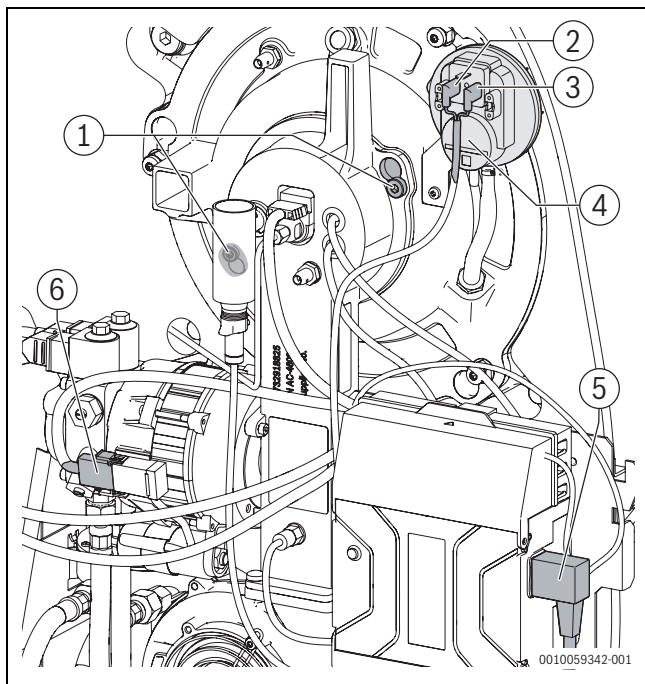

Bild 63 Befestigungsschrauben Brenner lösen
- Netzstecker (→ Bild 63), BUS-Leitung und Anschlusskabel Kesseltemperaturfühler (→ Kapitel 13.3.2, Seite 64) am Feuerungsautomat und Anschlussstecker am Ölpumpenmotor abziehen.
- Anschlussfahnen [2] des Anschlusskabels am ADS-Druckschalter [3] abziehen (→ Bild 63, Seite 39).